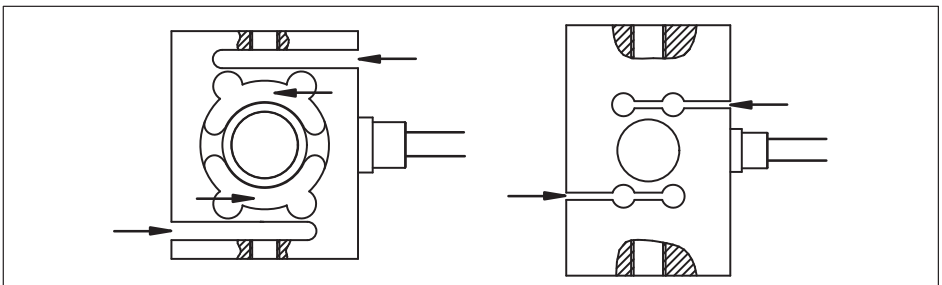

Abb. 6.1 Ablagerungen an den gekennzeichneten Stellen sind zu vermeiden
*Fehlmessungen können die Folge sein, wenn sich Staub oder Schmutz innerhalb der Wägezellen ablagern. Die betreffenden Stellen sind in Abb. 6.1 mit Pfeilen markiert.*